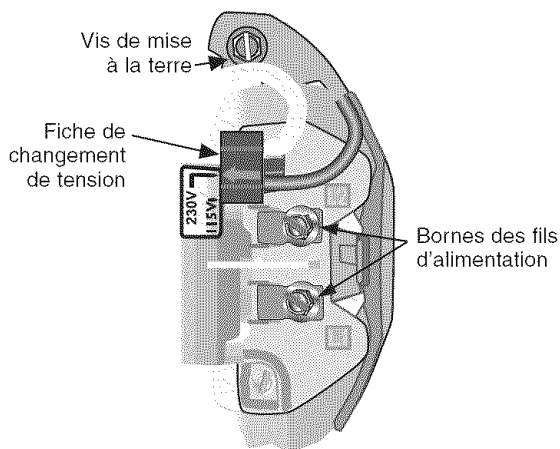

Figure 4: Tension réglée sur le courant de 230 volts. Sélecteur à fiche
- 7 ° Brancher les conducteurs transporteurs de courant sur les bornes L1 et L2 qui se trouvent sous le carter du moteur. Lorsque l'on remplace le moteur, comparer le schéma de câblage de la plaque signalétique par rapport à la Figures 4 et 5. Si le schéma de câblage du moteur ne correspond pas au schéma, suivre le schéma de câblage du moteur.
- IMPORTANT :** Les modèles monophasés fonctionnant sur le 115/230 volts sont expédiés de l'usine câblés pour fonctionner sur le 230 volts. Si le courant d'alimentation est de 115 volts, déposer le carter du moteur et rebrancher le moteur comme il est illustré à la Figures 4 et 5. Ne pas essayer de faire fonctionner un moteur comme il est reçu sur le courant de 115 volts.